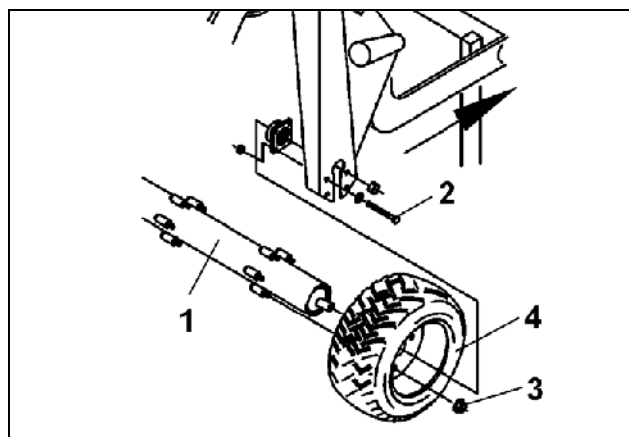

Fig. 122
- Assicurare il rullo con cunei di fermo in modo tale da impedirne lo spostamento involontario e svitare il rullo (Fig. 122/1), rimuovendo le viti di fissaggio da entrambi i lati (Fig. 122/2).
- Rimuovere i dadi esagonali (Fig. 122/3) ed estrarre i pneumatici (Fig. 122/4) dal rullo.